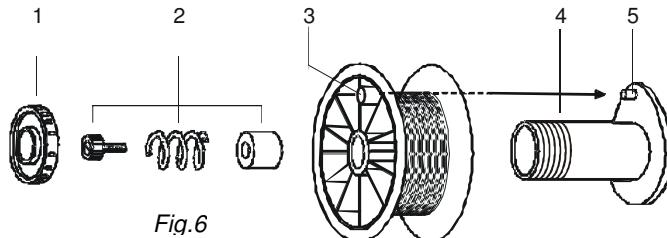

Fig.6 – Soporte de bobina de hilo
- Destornillar la tuerca de sujeción (1-fig.6) para colocarse la bobina de hilo (3-fig.6) sobre el porta bobinas (4-fig.6). Confirmar que el sistema de freno (2-fig.6) queda operativo, con el perno del porta-bobinas (5-fig.6) correctamente introducido en el agujero de la bobina (3-fig.6). Después de colocada la bobina, apretar la tuerca de sujeción.
- De seguida, debe ajustarse el sistema de frenado de bobina apretando, si necesario, el tornillo de ajuste (2-fig.6) hasta que la bobina para en simultáneo con el motor-reductor sin deslizamientos.